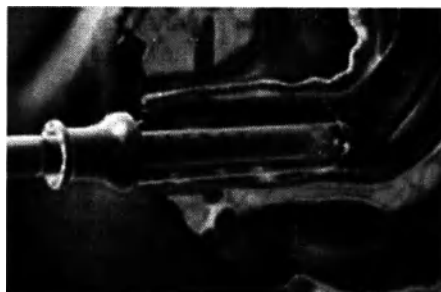

Рисунок 5.39 Круговое облучение стенки влагалища.
- Выпускайте лазерные импульсы на обнаженное преддверие, включая отверстие уретры, облучая фракционированным лазерным лучом поперек всей области преддверия и входа в область (См. Рис. 5.39).